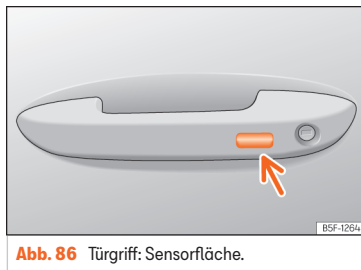

Abb. 86 Türgriff: Sensorfläche.
- **ODER:** mit dem Keyless Access-System (nur Schließen): Finger einige Sekunden auf der Sensorfläche zum Verriegeln  (Abb. 86) (Pfeil) im Türgriff halten, um die Fenster und das Schiebedach zu schließen. Wenn Sie die Sensorfläche nicht mehr berühren, wird die Schließfunktion unterbrochen.
Halten Sie einige Sekunden lang einen Finger über die Verriegelungssensorfläche  (Abb. 86) (Pfeil) am Türgriff, damit das Dach geschlossen wird. Wenn Sie die Sensorfläche nicht mehr berühren, wird die Schließfunktion unterbrochen.